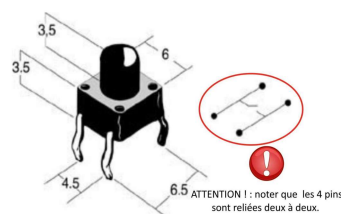

Figure 3: Le bouton poussoir à implanter sur la plaque d'essais .
- BP (Bouton poussoir) (Figure 3)